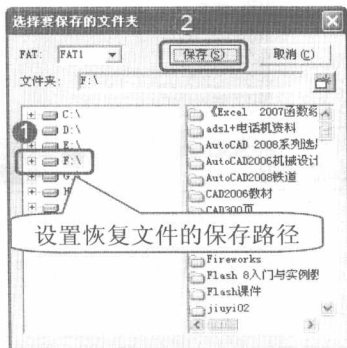

图 11-30 设置恢复文件的保存路径
步骤⑥ 在弹出的对话框中设置恢复文件的保存路径，如图 11-30 所示。